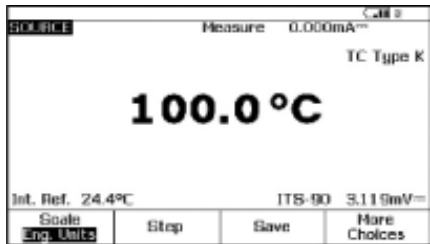

图 3.
4. 接着按 “MEAS/ SOURCE” (测量/输出) 按钮；现在应处于输出屏幕。因为要输出至热电偶，所以按一次 “TC/RTD”。按 ENTER (确认)，选择 TC。利用下箭头将光标移动至 “K”，然后按 “ENTER” (确定)。选择 “Linear T” (线性 T)，然后按 ENTER (确定)。DPC 将以 “????” 响应，请求输出温度。按 “100”，然后按 “ENTER” (确定) (图 3)。